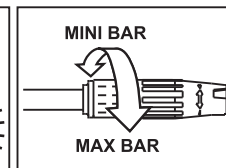

Рис. 2
• Давление струи регулируется в зависимости от ее назначения (Рис.2).